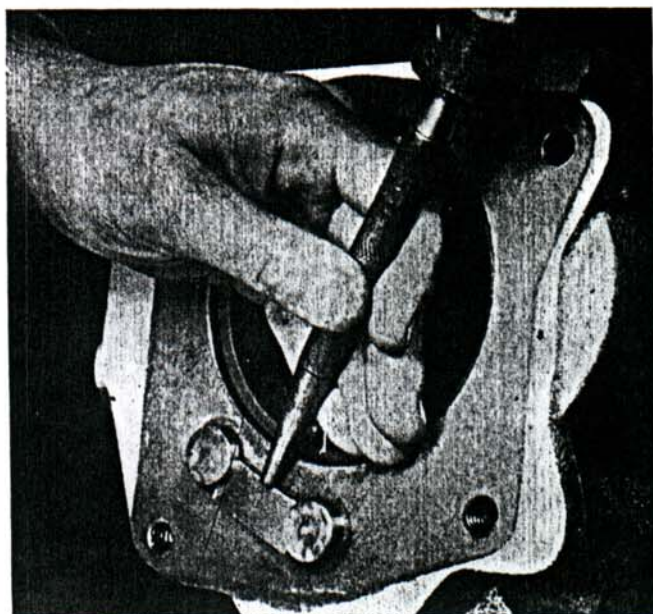

Fig. 75. — Extrayendo la placa traba, de los ejes del cuádruple y del engranaje libre de marcha atrás.
- 6º) Usando una barra de bronce y un martillo sacar la placa traba en la parte posterior de la caja, que está ubicada en la ranura de los ejes del engranaje cuádruple y del engranaje libre de marcha atrás (Fig. 75).
- 4") Con una barra de bronce y un martillo, sacar la placa traba instalada entre las ranuras de los ejes del cuádruple y del engranaje libre de marcha atrás (Fig. 75).